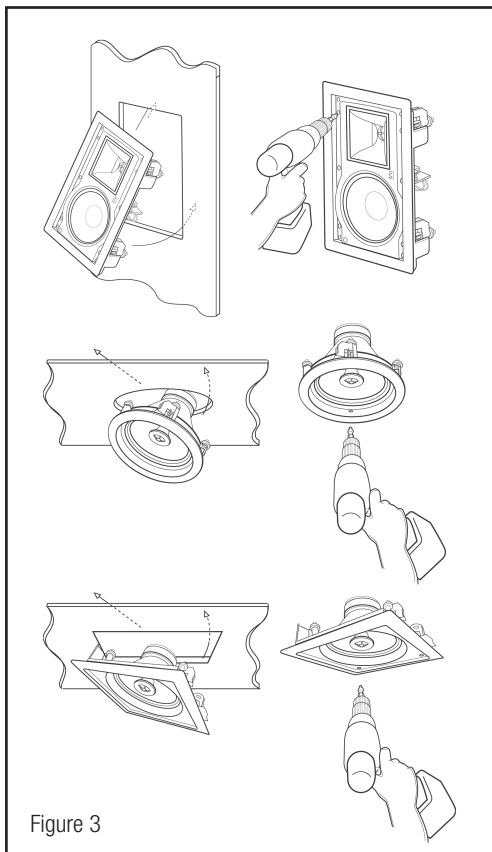

Figure 3
4. Insérez l'ensemble d'enceintes dans l'ouverture et fixez en serrant les quatre vis cruciformes (figure 3). Les pieds en plastique du châssis pivotent alors vers l'extérieur et se fixent contre l'arrière (ou le côté arrière) de la surface de montage. Le verrouillage KWIC du cadre emprisonne ensemble le mur et le cadre. (Les supports Klipsch pour construction neuve facilitent cette opération à condition de les utiliser avant la mise en place de la cloison sèche.)